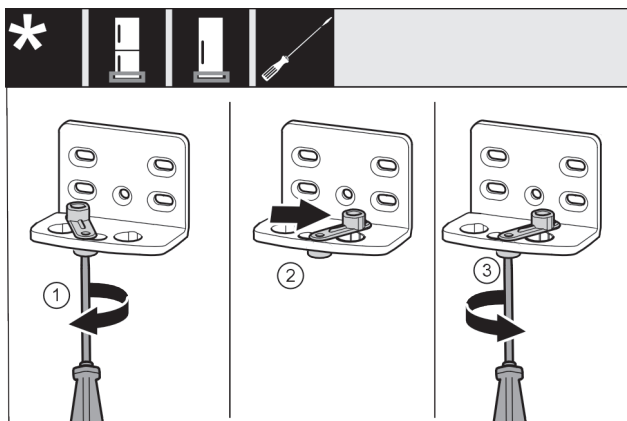

Fig. 28
- Allentare leggermente la vite Fig. 28 (1) con un cacciavite.
- Sollevare l'ausilio di chiusura della porta Fig. 28 (2) e ruotarlo nel foro di 90° a destra.
- Stringere la vite Fig. 28 (3) con un cacciavite.